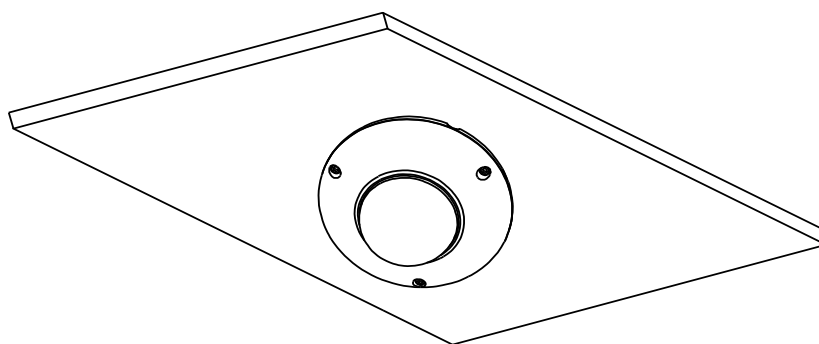

Рис. 5.5. Завершение монтажа
5. Установите купол обратно на видеокамеру и зафиксируйте его винтами, чтобы завершить монтаж (Рис. 5.5).